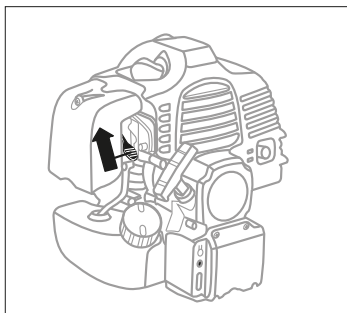
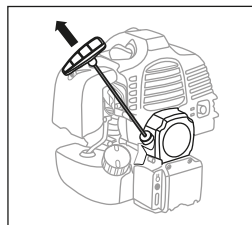

рис. 10
рис. 12
4. Переведите рычаг воздушной заслонки в верхнее положение – |/| «Закрыто» (рис. 10).
6. Запуск с помощью электростартера: нажмите кнопку запуска двигателя (рис. 11 б). Двигатель запустится и заглохнет из-за слишком богатой смеси. Переведите рычаг воздушной заслонки (рис. 10) в среднее положение. Затем нажмите кнопку запуска двигателя (рис. 11 б), двигатель должен запуститься.
7. Запуск с помощью ручного стартера: придерживая триммер, плавно потяните рукоятку стартера до момента зацепления в механизме стартера. После чего энергично вытяните шнур на 50-60 см (рис. 12). Во избежание повреждения корпуса стартера не бросайте рукоятку стартера, плавно верните ее в исходное положение. Повторите данные действия 3-5 раз до первой вспышки топлива в двигателе. При этом двигатель заводиться не должен. Переведите рычаг воздушной заслонки (рис. 10) в среднее положение. Плавно потяните рукоятку стартера до момента зацепления в механизме и энергично вытяните шнур еще на 50-60 см. Во избежание повреждения корпуса стартера не бросайте рукоятку стартера, плавно верните ее в исходное положение. Повторите данные действия 2-3 раза, двигатель должен завестись.